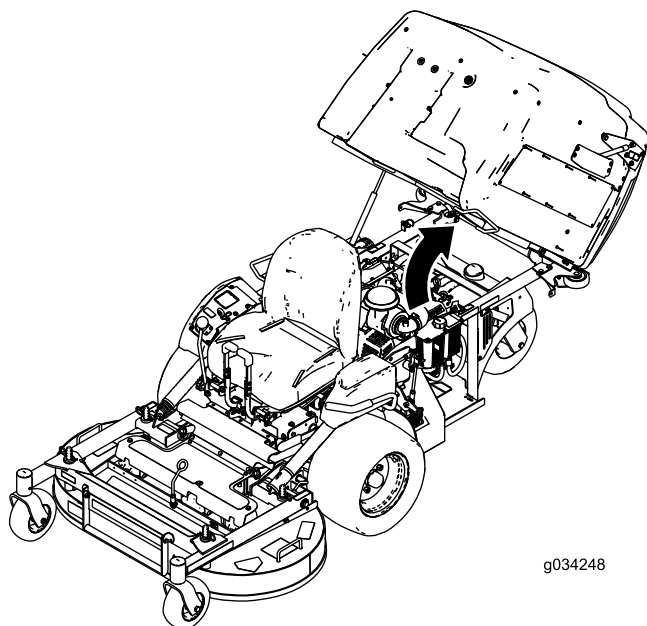

Bild 29
1. Heben Sie den Füllkasten (Bild 29) an.